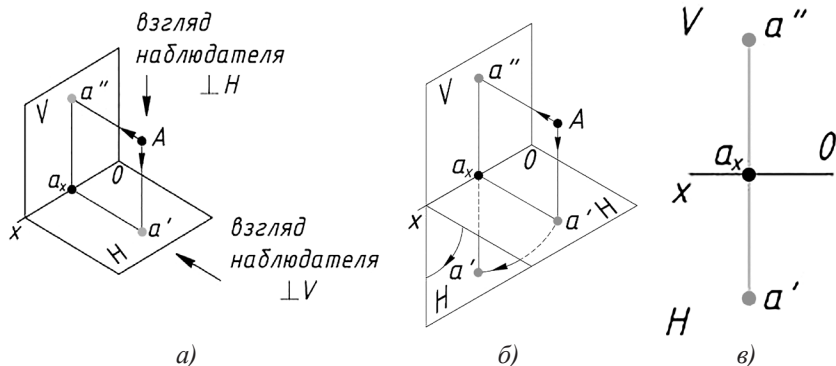

Рис. 7
*Двухпроекционный ортогональный чертеж точки.* Для построения такого чертежа на совмещенных плоскостях проекций  $V$  и  $H$  из точки  $A$  опускают на плоскости  $V$  и  $H$  перпендикуляры. Определены проекции точки  $A$ :  $a'$  — горизонтальная проекция и  $a''$  — фронтальная проекция (рис. 7 а).
Для построения чертежа мысленно удаляют точку  $A$  и поворачивают плоскость  $H$  вместе с отрезком  $a'a_x$  вокруг оси проекций  $x$  до совмещения с плоскостью  $V$ . Прямая  $a'a_x$  совпадет с продолжением прямой  $a_xa''$  образуя линию проекционной связи  $a'a''$  (рис. 7 б, в).